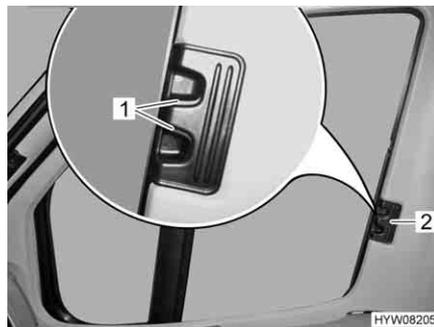

Fig. 7 Dispositifs de verrouillage pour dispositifs occultant plissés pour la fenêtre côté conducteur/passager
- Saisir la poignée et rentrer le dispositif occultant plissé (Fig. 7,2) jusqu'à la butée.
- Faire s'enclencher les poignées de déverrouillage (Fig. 7,1).